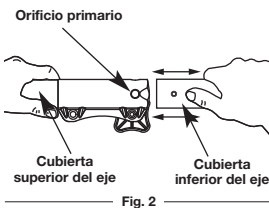

Fig. 2
3. Mientras sostiene el bastidor del eje superior con firmeza, tire del accesorio en línea recta fuera del acoplador (Fig. 2).
2. Mientras sostiene el accesorio con firmeza, empújelo en línea recta en el acoplador (Fig. 2).
PRECAUCIÓN: Trabe el botón de desconexión en el orificio primario (Fig. 2) y ajuste bien la perilla antes de operar esta unidad.